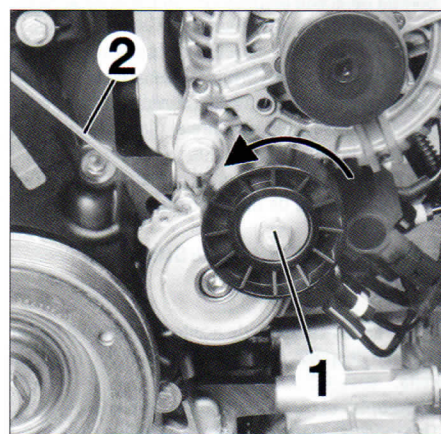

FIG. 19
- Girar el rodillo tensor (1) en el sentido antihorario (**fig. 19**).
- Montar un pasador (2) de 5 mm en el taladro del rodillo tensor.